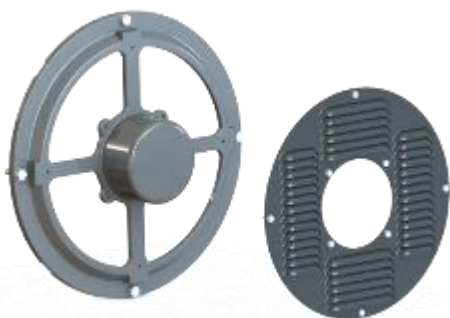

Abbildung 14.37: Herausziehen der Verschlussabdeckung
- 3) Ziehen Sie die Abdeckung der Erregerabdeckung mit PMG ab, indem Sie die 08 Sechskantschrauben M6 gemäß Abbildung 14.37 herausziehen.